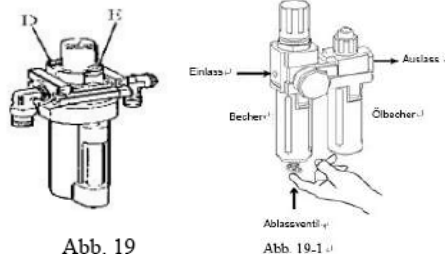

Abb. 19
Beschädigte Teile müssen von Fachpersonal unter Verwendung der vom Hersteller gelieferten Ersatzteile ausgetauscht werden. (Abb. 19)
Prüfen Sie den Ölstand in der Ölnebelmaschine; bitte füllen Sie bei Bedarf SAE30-Öl nach. Schrauben Sie sie mit dem Sechskantschlüssel (E) ab. Drücken Sie je nach Druckluftanschluss zunächst 5-6 Mal auf das Pedal zum Öffnen/Schließen der Backen oder das Pedal zum Drehen des Drehtisches, und prüfen Sie dann, ob ein Tropfen Öl aus dem Ölnebelgerät fällt. Für einen kontinuierlichen Betrieb drücken Sie jedes Mal zweimal und ein Tropfen Öl sollte herunterfallen; falls nicht, justieren Sie die Schraube (D), die den Öleingang steuert, mit einem flachen Schraubenzieher. (Abb. 19)